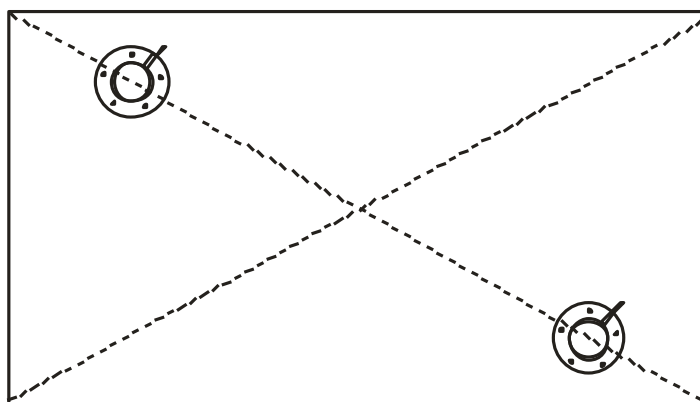

Рис. 9
3) Для повышения точности показаний и уменьшения колебаний показаний уровня возможна установка двух датчиков в один бак. В основном применяется в баках емкостью более 600 литров превышающих длину 1500 мм. Датчики устанавливаются по средней линии на длине  $1/3$  бака и  $2/3$  бака. См. Рис.9,10